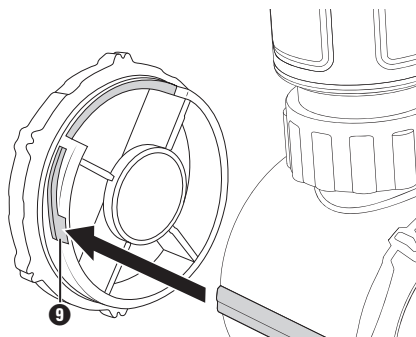

Fig. 2
- ◆ Coloque la tapa del compartimento para la pila **9** sobre el compartimento para la pila de forma que el orificio grande apunte hacia arriba. Asegúrese de que el orificio pequeño se ajuste bien al compartimento para la pila. Gire la tapa del compartimento para la pila **9** en el sentido contrario al que indica la flecha de la placa de características hasta el tope (consulte la fig. 2).